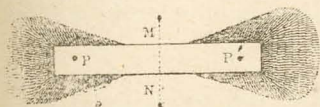

Fig. 189.—Acción de los polos de un imán.
**2. Polos de los imanes.**—La fuerza magnética no es igual en toda la superficie de un imán (fig. 189): es nula en la parte media  $MN$  que, por esta razón, ha recibido el nombre de *línea neutra*, y aumenta desde esta línea hasta los dos puntos  $P$  y  $P'$ , situados cerca de sus extremidades y que se designan con el nombre de *polos magnéticos*.